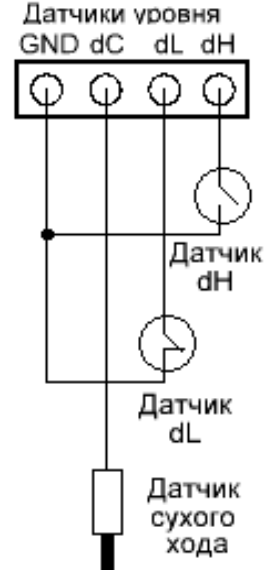

Рис.13
- датчик нижнего уровня – нормально замкнутый поплавок, датчик верхнего уровня – нормально разомкнутый поплавок (рис.13).
7.2.2 Алгоритм **A06**, нижний датчик – поплавок с замкнутым контактом при нижнем уровне, верхний – поплавок с разомкнутым контактом (рис.13).